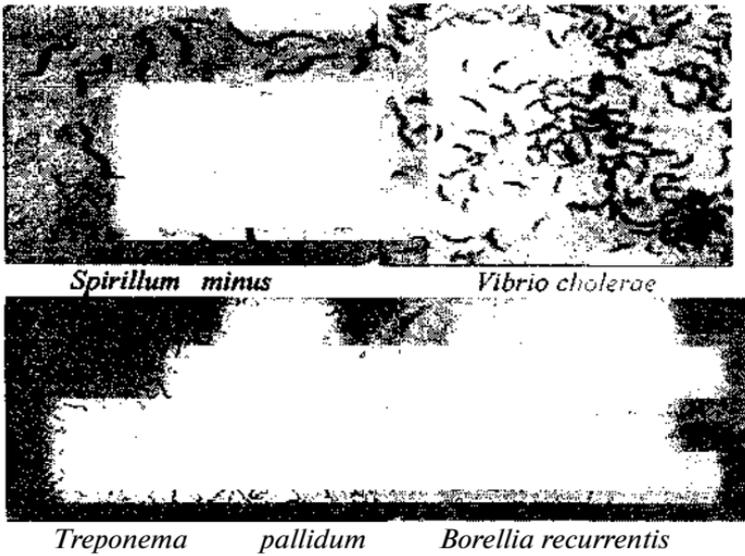

Рис. 8. Извитые формы бактерий
*Бактерии извитой формы.* Слегка изогнутые клетки получили название *вибрионы*. Например, холерный вибрион - *Vibrio cholerae*. Бактерии, имеющие несколько завитков, обозначают как *спириллы* (*Spirillum minus*), а много завитков - как *спирохеты* (*Treponema pallidum*). Спирохеты обычно длинные клетки, диаметр которых намного меньше, чем длина (рис. 8).